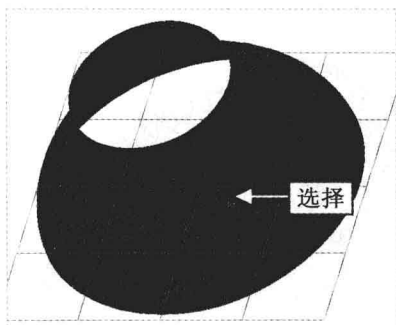

图 9-82 选择曲面
Step 03 弹出“造型：曲面修剪”选项卡，在绘图区选择曲面，如图 9-82 所示。